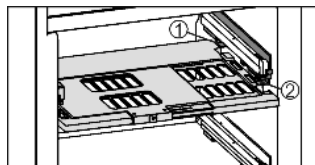

Fig. 9
▶ Установка пластины регулировки влажности: поперечные ребра крышки на пластине вставить через низ в задний держатель Fig. 9 (1) и защелкнуть спереди на держателе Fig. 9 (2).